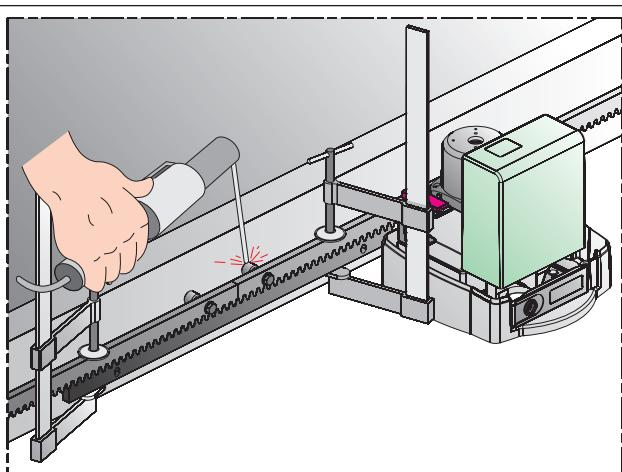

Fig. 11
8. Zet een ander element van de tandheugel naast het laatste bevestigde element, en gebruik daarbij een stuk van de tandheugel om de tanden van de twee elementen op elkaar af te stemmen (fig. 11).
9. Schuif de vleugel langzaam met de hand verder dicht tot hij met het derde afstandsstuk van het te bevestigen element bij het rondsels komt (fig. 11).